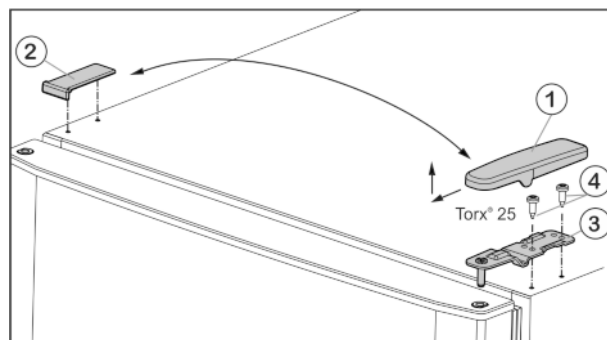
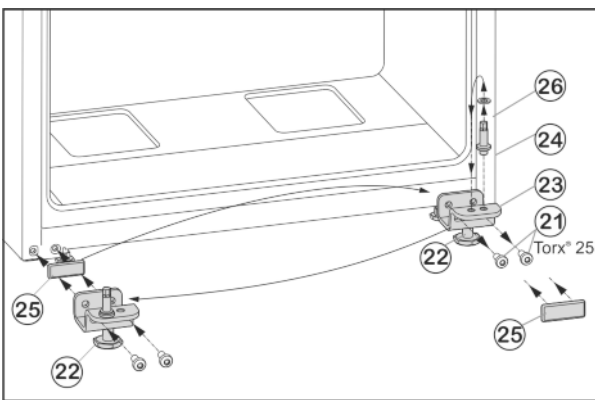

Fig. 4
Fig. 6
- ▶ Изтеглете покритието Fig. 4 (1) напред и нагоре.
- ▶ Свалете покритието Fig. 4 (2).
- ▶ Развийте горната лагерна стойка Fig. 4 (3) с (2 x Torx® 25) Fig. 4 (4) и издърпайте нагоре.
- ▶ Развийте закрепващите винтове Fig. 6 (21).
- ▶ Свалете долната лагерна опора Fig. 6 (23) заедно с лагерния болт Fig. 6 (24), шайбата Fig. 6 (26) и крака Fig. 6 (22).
- ▶ Развийте лагерния болт Fig. 6 (24) заедно с шайбата Fig. 6 (26), поставете го в срещуположния отвор за лагерната опора и го завийте отново.
- ▶ Внимателно свалете покриващата плоча Fig. 6 (25) и я преместете на срещуположната страна.
- ▶ Отново завийте долната лагерна опора Fig. 6 (23) заедно с лагерния болт Fig. 6 (24), шайбата Fig. 6 (26) и крака Fig. 6 (22) върху новата страна на пантите, евент. с помощта на акумулаторна отвертка (с 4 Nm).
- ▶ Поставете долната врата отгоре върху лагерния болт Fig. 6 (24).
- ▶ Поставете средната лагерна опора (13), завъртяна на 180° в долната врата и я завийте със закрепващите винтове (11) (2 x Torx® 25) върху новата шарнирна страна (с 4 Nm).
- ▶ Поставете отново пластмасовия диск (10).
- ▶ Поставете горната врата върху лагерната опора в средата (13).
- ▶ Поставете горната лагерна опора Fig. 4 (3) върху новата страна на шарнира във вратата.
- ▶ Затегнете горната лагерна опора **здро**во (с 4 Nm) (2 x Torx® 25) Fig. 4 (4). Евентуално използвайте акумулаторна отвертка.
- ▶ Поставете капача Fig. 4 (1) от срещуположната страна отвън и го фиксирайте.
- ▶ Поставете капача Fig. 4 (2) също от срещуположната страна отгоре и го фиксирайте.
- ▶ Развийте крака Fig. 6 (22) на лагерната опора долу Fig. 6 (23), докато опре върху пода.